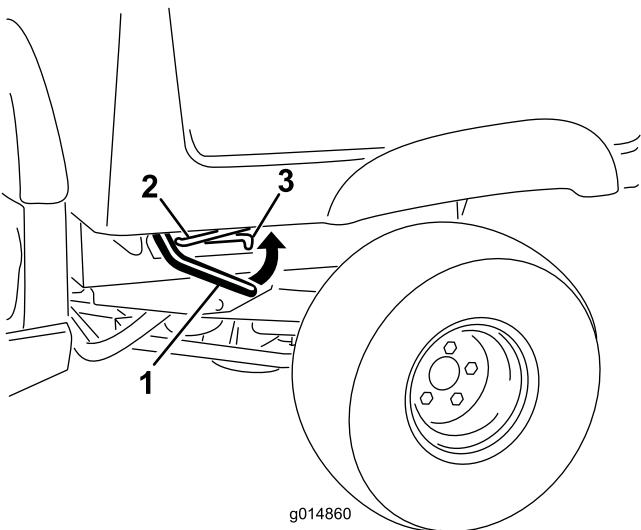

Bild 1
- Heben Sie den Hebel an beiden Seiten der Ladepritsche an und heben Sie die Ladepritsche an (Bild 1).